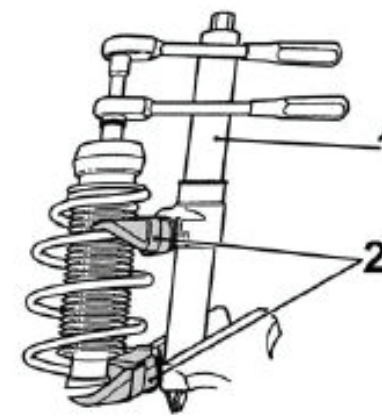

Fig. 4
- **Fig. 4** Federbein in geeignete Haltevorrichtung klemmen und Federspanner ansetzen. Feder vorsichtig spannen bis oberer Federteller frei beweglich ist.
- **Fig. 4** Clamp McPherson strut in an appropriate holding device and apply the spring tensioner. Carefully tighten the spring until the upper spring cap moves freely.
- **Fig. 4** Serrer la jambe élastique dans un dispositif de support approprié et insérer le monte-ressort. Tendre prudemment le ressort jusqu'à ce que la coupelle de ressort supérieure se meuve librement.
- **Fig. 4** Fijar el amortiguador con ayuda de un dispositivo apropiado y colocar el tensor de resorte. Tensar cuidadosamente el muelle hasta que el plato de resorte pueda moverse libremente.